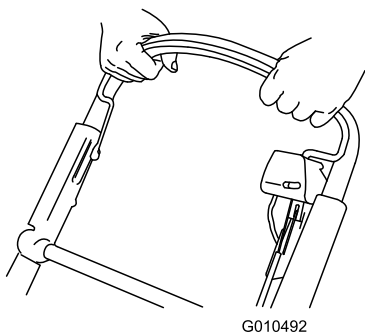

Figure 23
2. Maintenez la barre de commande des lames contre le guidon (Figure 23).